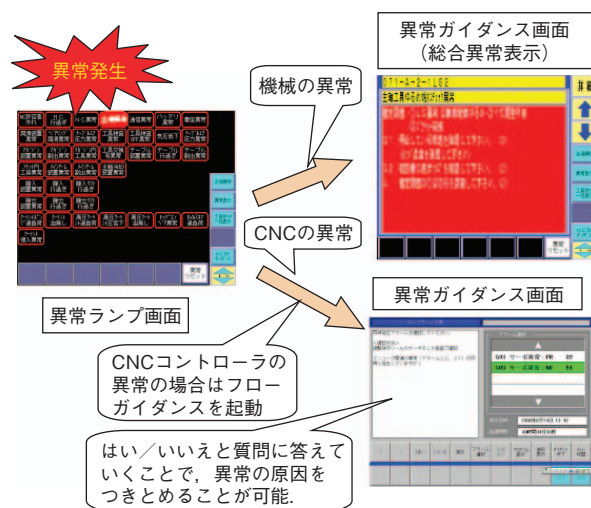

図 3 異常ガイダンスと異常フローガイダンス
- 1) 異常発生時に原因究明のための詳細情報を表示する異常ガイダンス機能と、対話形式の診断により短時間で原因の特定を行うことが可能な異常フローガイダンス機能を CNC に組み込み、MTTR の短縮を実現している（図 3）。